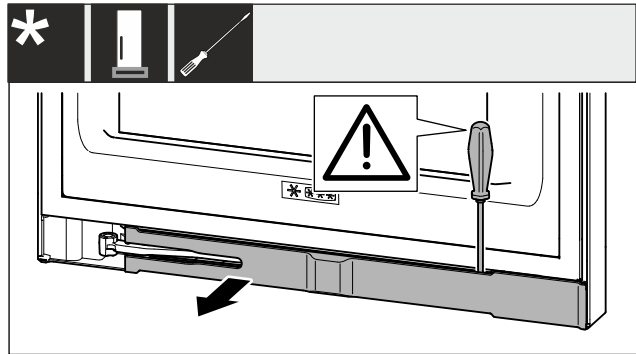

Fig. 3
- ▶ Nxirrni nga foleja shiritin mbulues me një kaçavidë me kokë petë dhe shtyjeni anash Fig. 3 ()